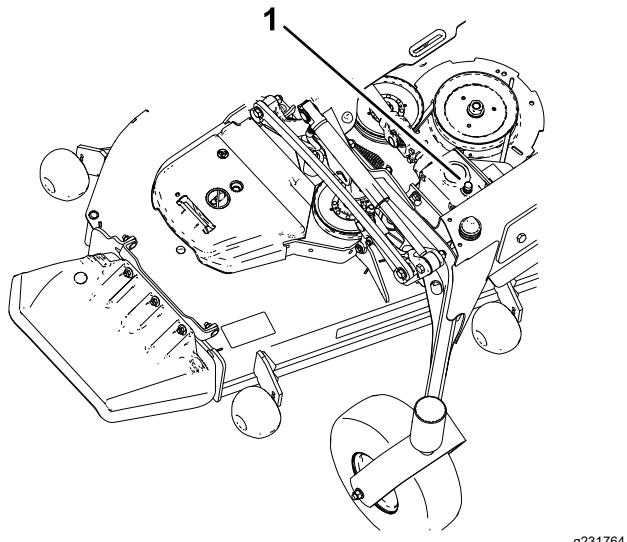

Figura 51
5. Retire la varilla/tapón de llenado de la parte superior de la caja de engranajes y asegúrese de que el lubricante está entre las marcas de la varilla (Figura 51).